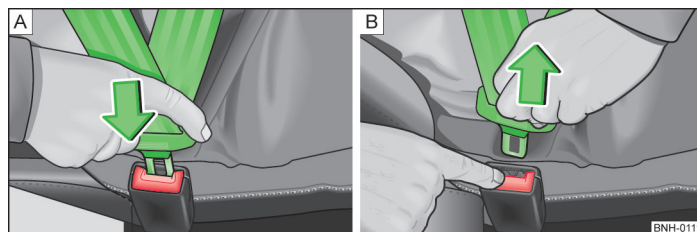

Fig. 109 Colocar y quitar el cinturón de seguridad
- » Introduzca la lengüeta en el cierre correspondiente al asiento » fig. 109 - [A] hasta que se oiga como encaja.
- » Pulse la tecla roja en el cierre del cinturón » fig. 109 - [B], la lengüeta del cinturón saldrá disparada.